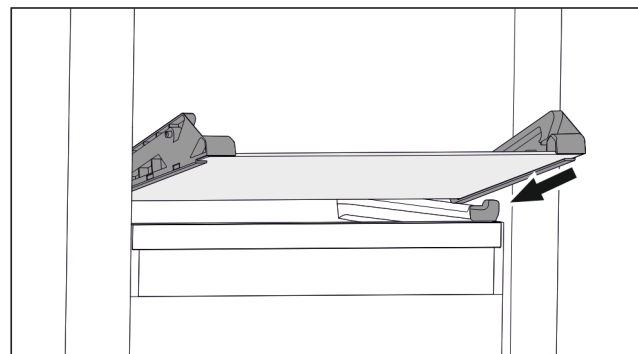

Fig. 71 Glasplatte des abklippbaren Schubfachs
- ▶ Glasplatte schräg hinter den Stopperr aufsetzen. (siehe Fig. 71)